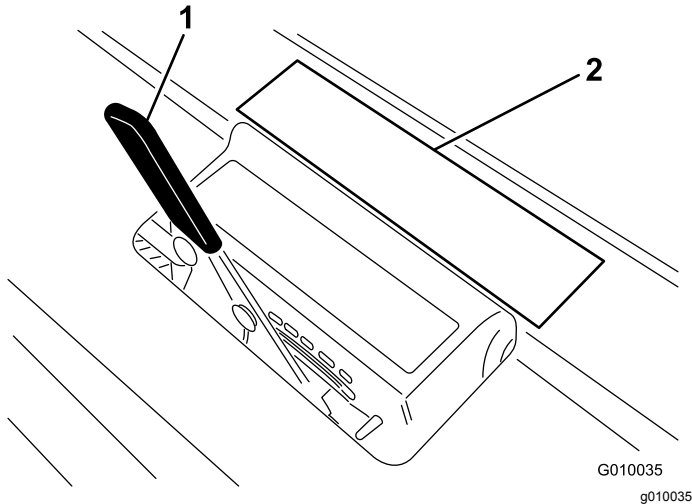

图18
3. 将打孔针平放到打孔针深度标贴上图18一头与所需的打孔深度对齐请参考标贴上的打孔针图示。